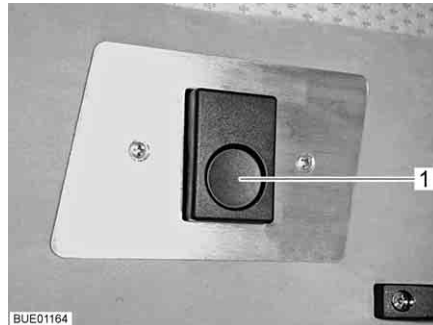

Fig. 74 Sblocco
- Premere il bottone di sbloccaggio (Fig. 74,1). Il bloccaggio viene sbloccato.